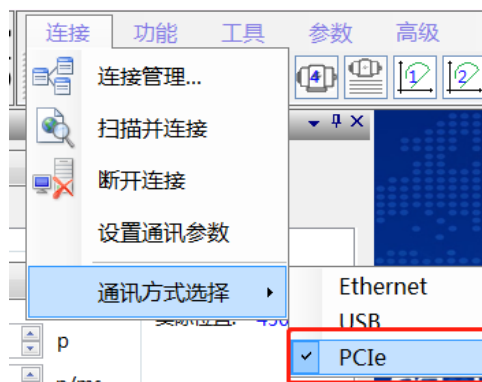

图 1.1.4 通讯方式选择
(4) 保证物理连接良好情况下，打开 GCS 工具，如图 1.1.4 通讯方式选择，点击  连接即可；